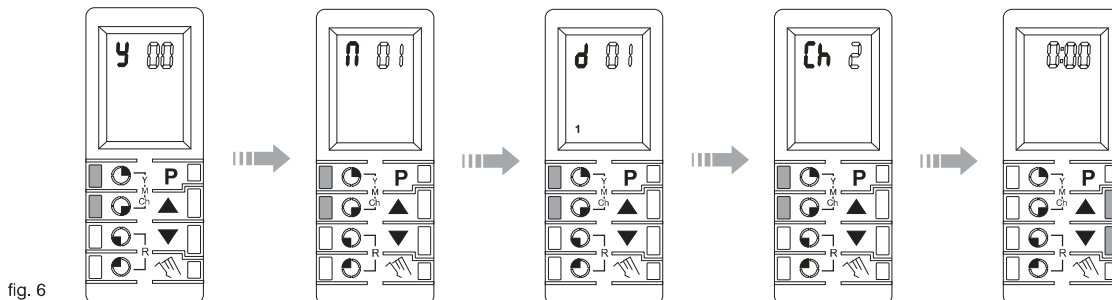

fig. 6
### 6- EINGABE DES AKTUELLEN DATUMS UND DER AKTUELLEN UHRZEIT (Abb.6)
**HINWEIS:** die in Abb.6 dargestellte Anzeige ergibt sich nach einem ZURÜCKSETZEN. Wenn die Eingaben geändert wurden, erscheint auf der Anzeige die aktuelle Zeit (Jahr, Monat etc.).